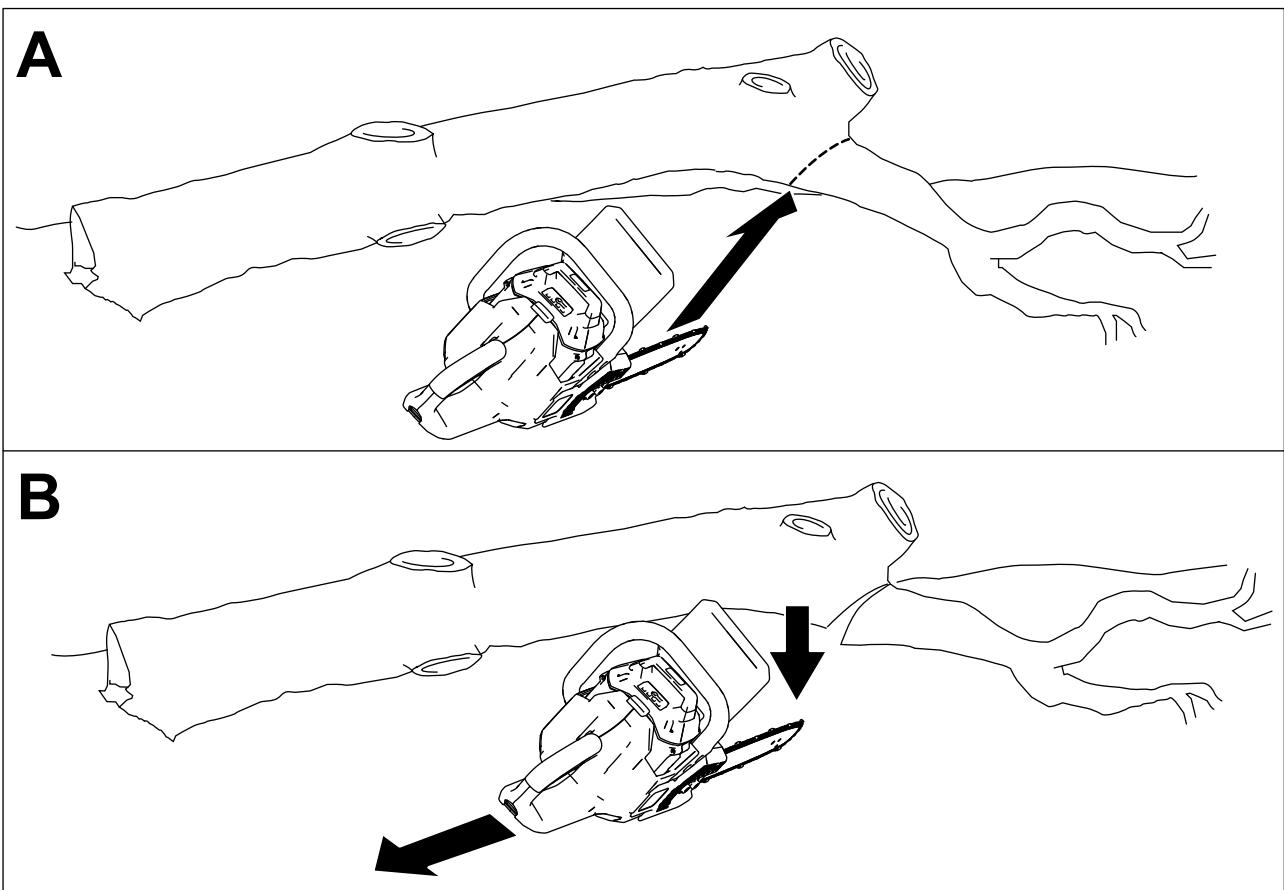

Bild 18
3. Schneiden Sie die größeren Äste, die das Gewicht des Baums abstützen, von unten nach oben ab, damit die Äste nicht das Sägeblatt einklemmen (Bild 18).